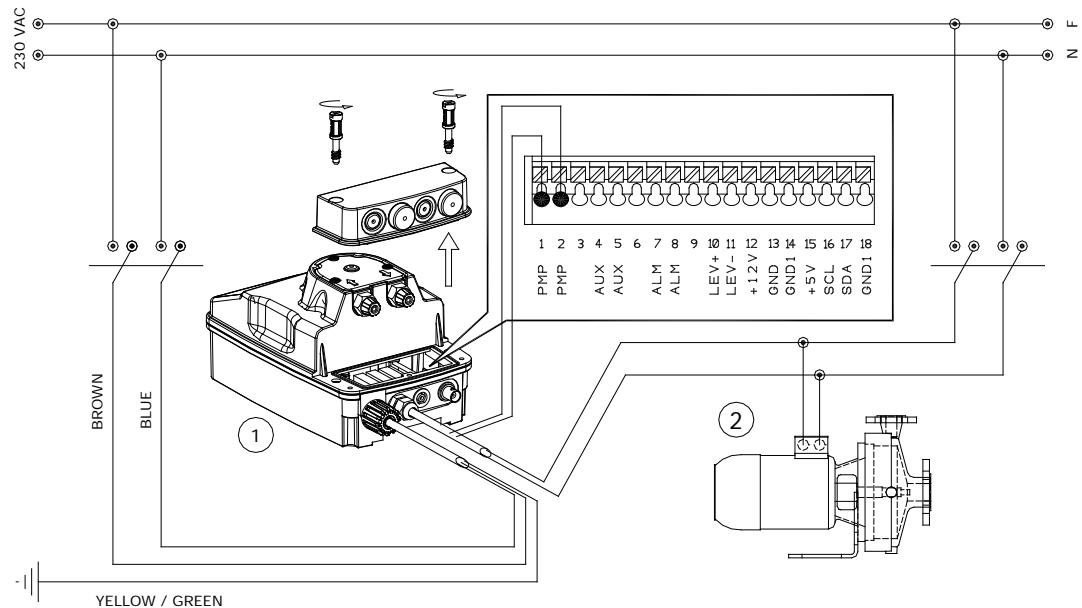

Fig. 2 – Instalação e terminais
Observar atentamente as normas em vigor nos diferentes países no que diz respeito à instalações elétricas (Fig.2). Quando o cabo de alimentação for desprovido de um plugue, o equipamento deve ser ligado à rede elétrica por meio de um interruptor monopolar, com uma distância mínima de 3 mm entre os contatos. Antes de acessar qualquer um dos componentes eléctricos, certifique-se de que todos os circuitos de alimentação estão desligados.
Na figura 5 é mostrado o esquema de ligações dos conectores de serviço para ligação do vários recursos. Para acessar o conector de serviço é preciso remover a tampa protetora como mostrado na fig. 2.
- **Connectores 1-2 (PMP)=** Conexão para a bomba de recirculação. Entrada 230V. (Fig.2).